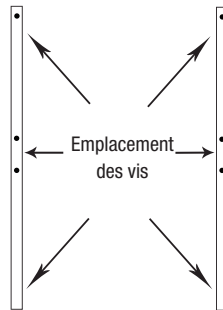

Figure 1
- (2) montants à encoche simple de 24 po
- (4) supports simples de 8 po
**ÉTAPE 2:** Après avoir repéré l'emplacement des montants du mur, installez les montants à encoche simple de 24 po au moyen des vis de 2 po, tel qu'illustré à la **Figure 1**. Utilisez un niveau pour vous assurer que les montants sont bien droits.